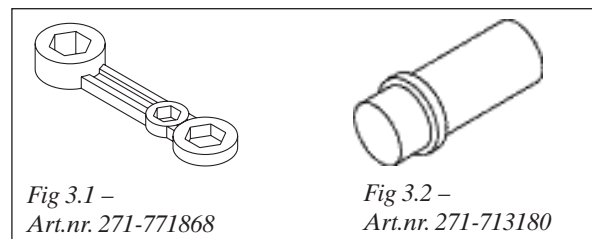

Fig 3.1 –
- PP hylsnyckel (säljs separat) (Fig 3.1)